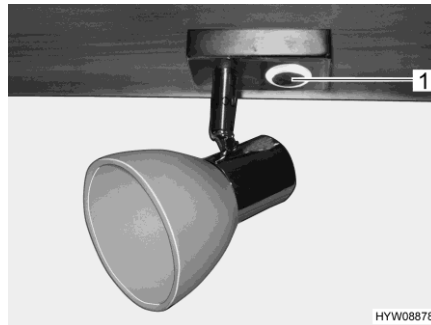

Fig. 71 Lampe avec interrupteur
- Toucher brièvement le commutateur (Fig. 71,1). L'interrupteur sert de lumière de demi-jour.